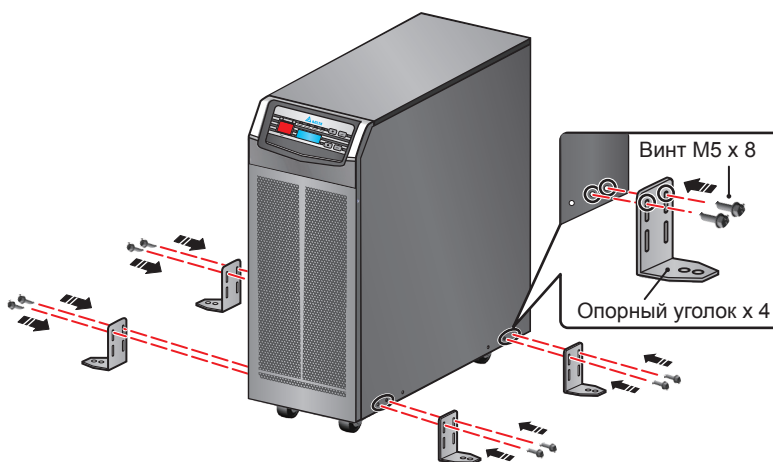

Рис. 6-6. Установка опорных уголков ИБП 15/20 кВА
- 3 Прикрепите с обеих сторон ИБП опорные уголки, как показано на **Рис. 6-6**. Обратите внимание, что винты М5 должны быть вставлены в нижний ряд крепёжных отверстий каждого опорного уголка и зафиксированы в верхнем положении соответствующего отверстия.